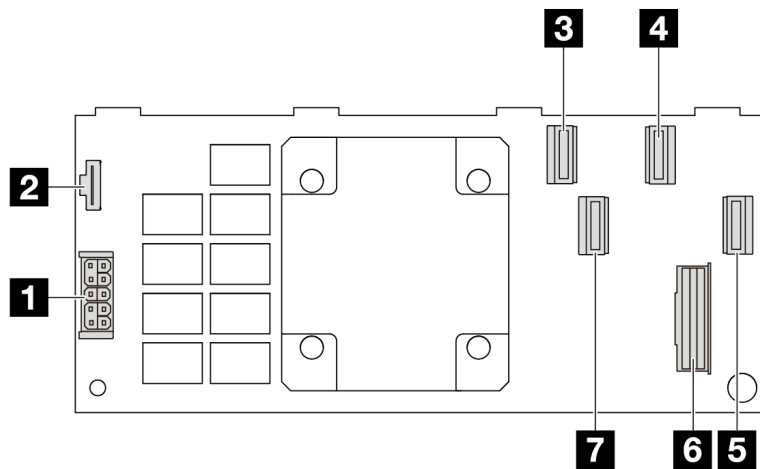

図 320. A Gen 4 16i CFF RAID アダプター (4 ポート・コネクタ)
- 359 ページの 図 320 「Gen 4 16i CFR RAID アダプター (4 ポート・コネクタ)」